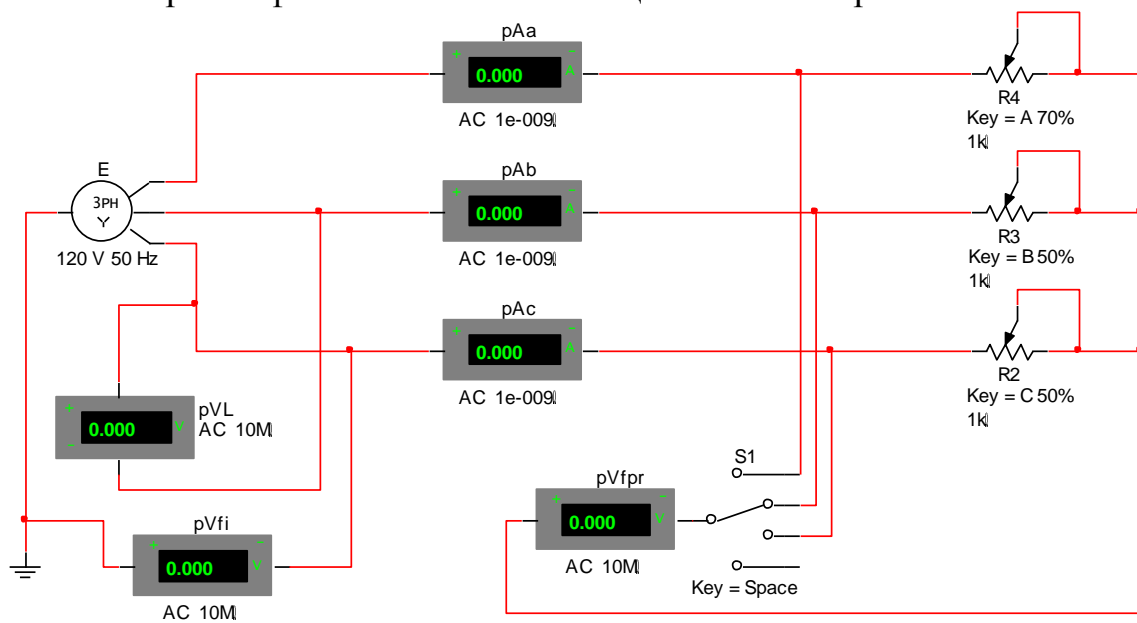

Рис. 3.6
2. Откройте файл 10.2 и включите цепь по схеме рис. 3.6.
5. Откройте файл 10.2 и включите цепь по схеме рис. 3.6.